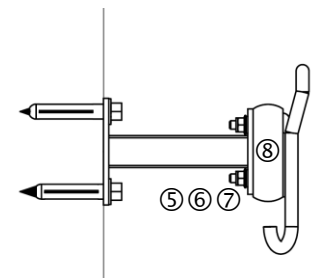

Abb. 11: Seitenansicht einer montierten Hakenleiste
Stecken Sie die Nylondübel ④ in die Bohrlöcher und schrauben den Abstandhalter ① mit den beiliegenden Schlüsselschrauben ② und Unterlegscheiben ③ fest (Abb. 11).